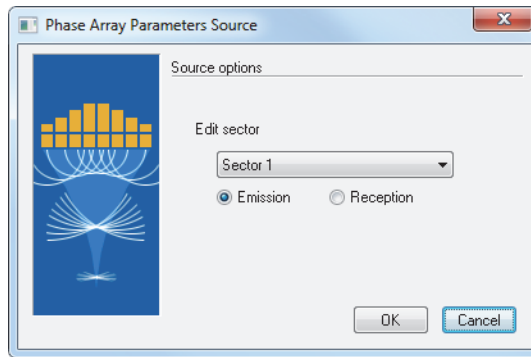

図 4-11 [Phased Array Parameters Source] ダイアログボックス
- a) [Phased Array Parameters Source] ダイアログボックス（112 ページの図 4-11）で、編集するセクターを選択し、[Emission] を選択して [OK] をクリックします。
- a) [Phased Array Parameters Source] ダイアログボックス（112 ページの図 4-11）で、編集するセクターを選択し、[Reception] を選択して [OK] をクリックします。